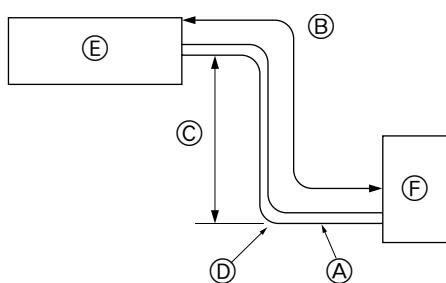

Fig. 2-1
① Junta de bridas x1
② Anillo x1
2.1. Tubería de refrigerante (Fig. 2-1)